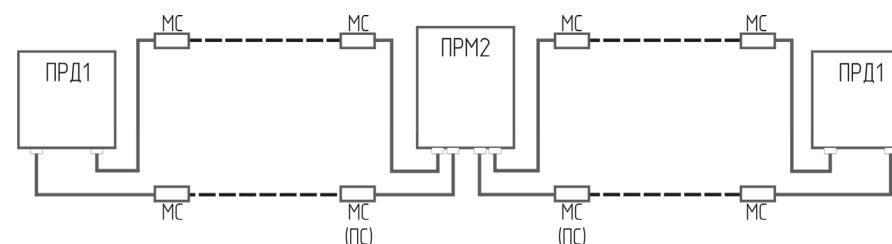

Рисунок 4.1. Структурная схема TREZOR-R 02
4.1.1. TREZOR-R 02 – комплект двухфланговый, одиночный, для периметров, не превышающих 250 м (рис. 4.1.).